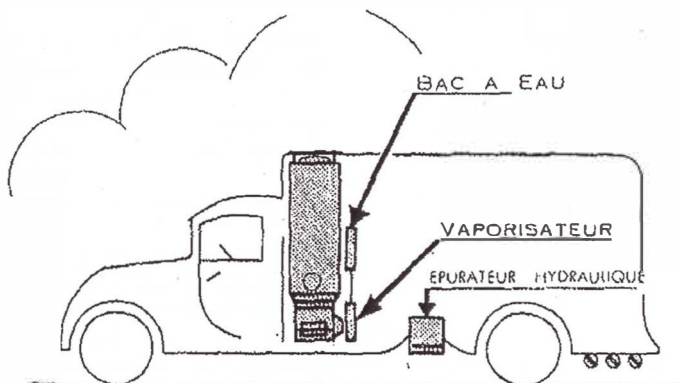

Fig. 9.
a) Tous les soirs (fig. 9), vidanger complètement :